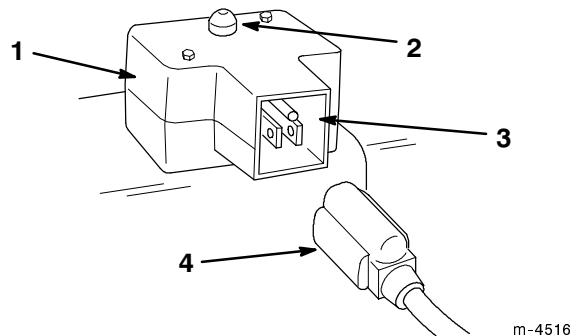

Figure 7
- Démarreur électrique** (Fig. 7)—Appuyez sur le bouton du démarreur pour mettre le moteur en marche.
- Cordon d'alimentation** (Fig. 7)—Connectez le cordon au démarreur électrique et branchez-le dans une prise de courant avant de mettre le moteur en marche.
- A. Connectez le cordon d'alimentation à la déneigeuse (Fig. 7), et branchez-le dans une prise de courant standard.